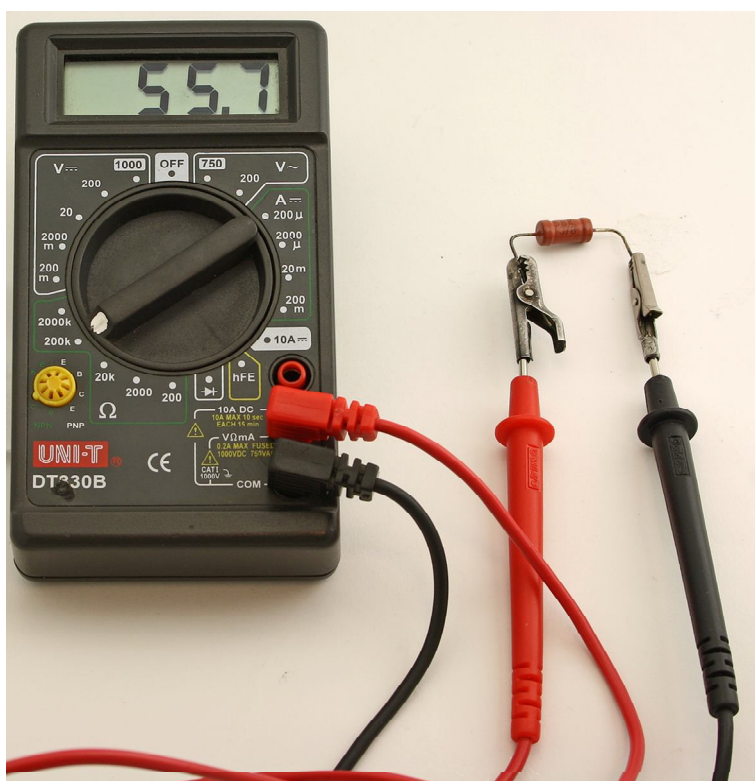

Рис. 3
3. Залиште перемикач в положенні " $\Omega$  2000k". Приєднайте щупи мультиметра до одного з резисторів (див. рис. 3) і запишіть значення його опору в зошит. Виберіть межу вимірювання, яка дає найбільшу точність. Порівняйте одержане з вимірювань значення опору з номіналом, вказаним на корпусі резистора. Врахуйте, що опір резистора вказується з похибкою 10 % (для окремих резисторів – 5 % чи навіть 1 %). Зробіть висновок.